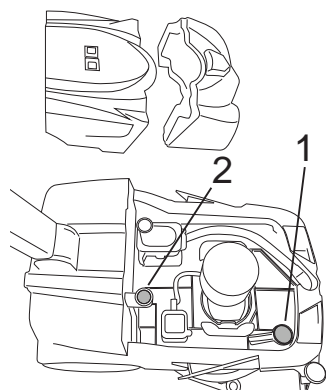

Fig.30
- Avlägsna filtret och tvätta det med vatten (bild 30-Ref.1).
- Avlägsna filtret och tvätta det med vatten (bild 30-Ref.2).